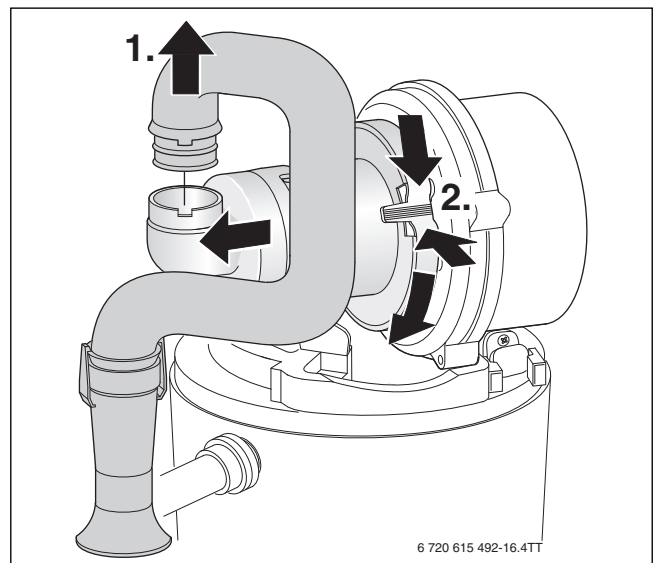

Bild 91 Saugrohr und Mischeinrichtung ausbauen
- ▶ Mischeinrichtung nach Bild 91 ausbauen.